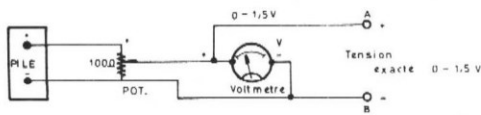

Figure 2
On utilisera, par exemple le montage de la figure 2 qui se compose d'une pile de 1,5 V aux bornes de laquelle on a branché un potentiomètre de 1000Ω (ou toute valeur voisine). Ce potentiomètre consommera un courant relativement faible :
6) Brancher les points A et B du montage de la figure 2, aux points d'entrée + et — respectivement, après avoir, préalablement supprimé le court-circuit.